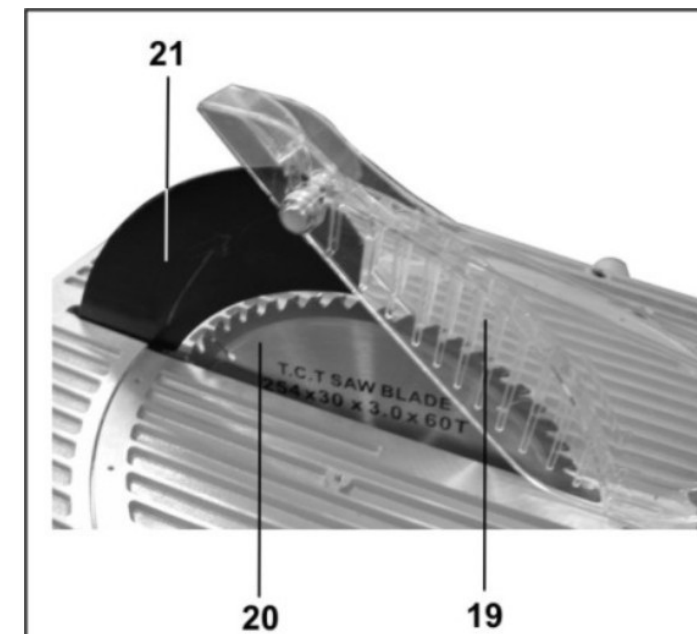

Рис.3
- Установите защитный кожух 19 в специальную прорезь в расклинователе 21, нажав на фиксатор на кожухе 19 (Рис. 3);
- Снимите защитный кожух 19, нажав на фиксатор на кожухе 19 (Рис. 3);